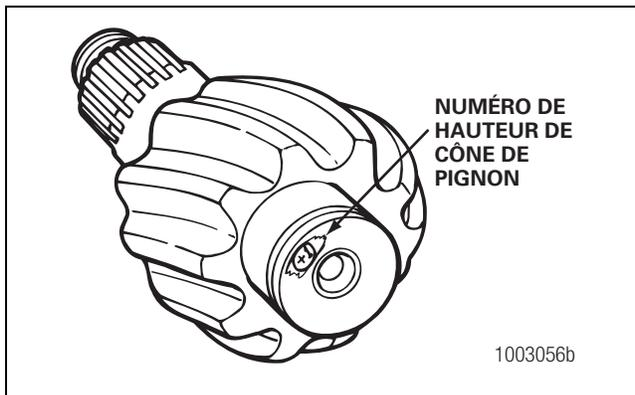

Figure 5.21
2. Trouver le numéro de hauteur de cône de pignon (CP) sur le pignon d'attaque à remplacer. Figure 5.21. Noter le numéro. Le numéro de cône de pignon peut être l'une des valeurs suivantes.